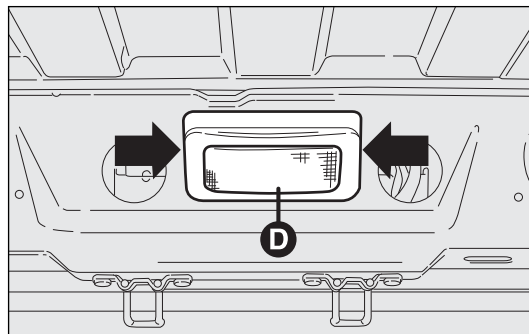
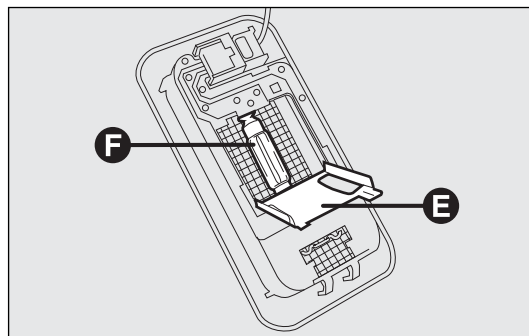

fig. 207
fig. 208
- ❑ actuar en los puntos indicados por las flechas y quitar el plafón D-fig. 207;
- ❑ abrir la tapa de protección E-fig. 208;
- ❑ sustituir la lámpara F-fig. 208 soltándola de los contactos laterales y asegurándose de que la lámpara nueva quede bloqueada correctamente entre los mismos contactos;
- ❑ cerrar la tapa de protección E-fig. 208 y volver a colocar el plafón D-fig. 207 en su alojamiento asegurándose de que quede correctamente bloqueado.